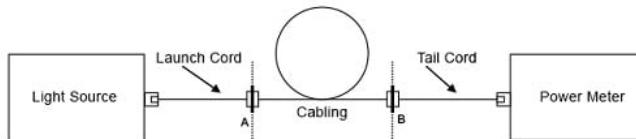
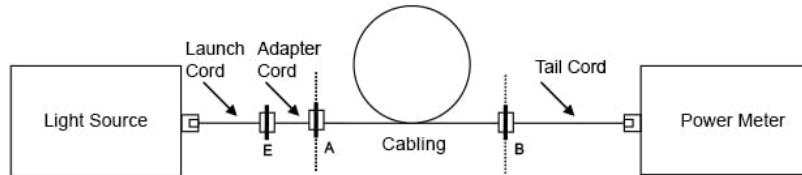

图 6a. 测量案例 1 的衰减（插头适配器和线缆末端有插头）
图 6b. 测量案例 2 的衰减（线缆两端有接头）
- b. 进行测量并与参照测量对比（见图 6a 和图 6b）。
- c. 对于案例 2，适配器线成为发射光纤的一部分（见图 6b）